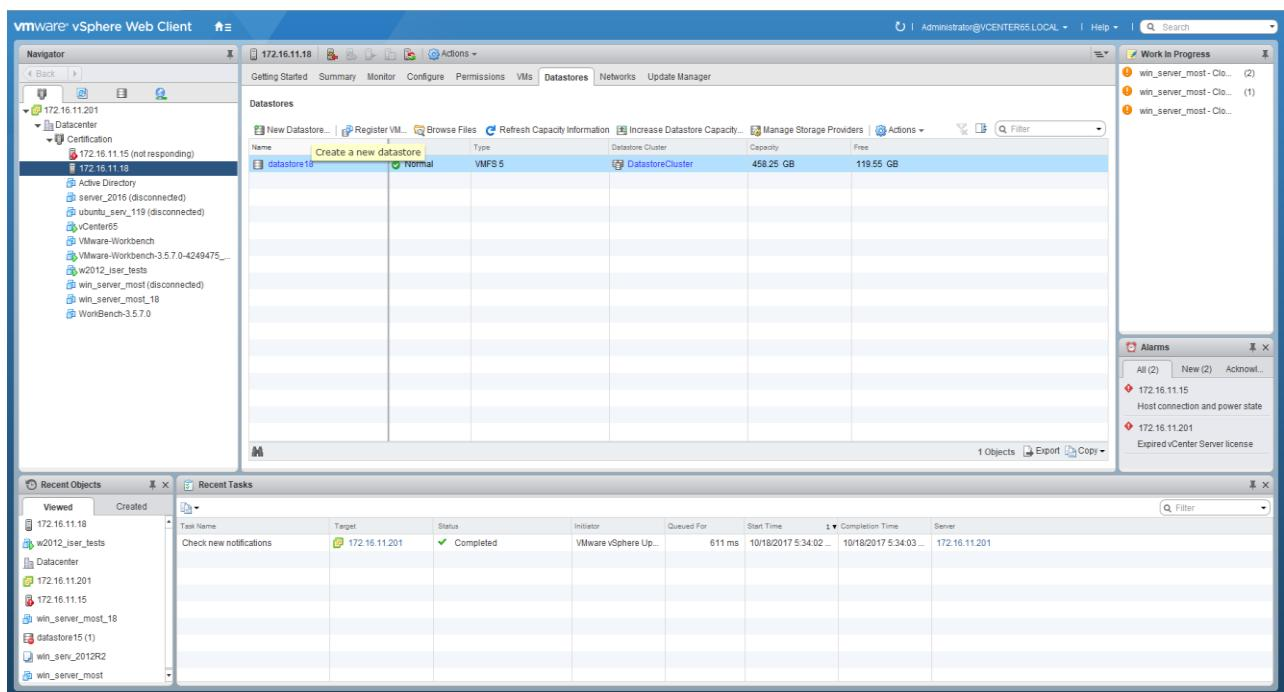

Рисунок 91 – ESXi Datastore
3. Нажать на кнопку «**New Datastore**» (см. Рисунок 91).